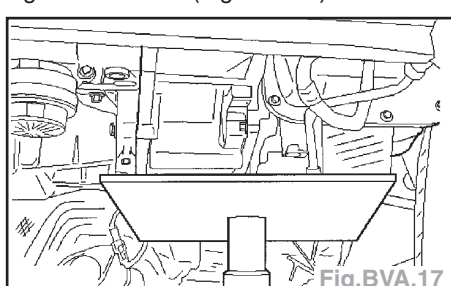

Fig.BVA.17
- Caler la transmission à l'aide d'un cric pour transmission et d'un bloc de bois et attacher la transmission avec des sangles de fixation (Fig.BVA.17).